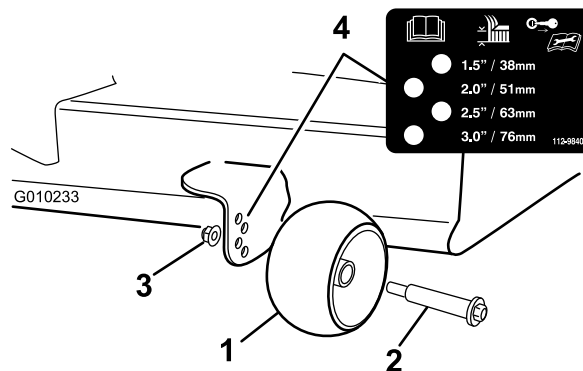

Bild 28
3. Stellen Sie die Antiskalpierrollen so ein, wie in Bild 28 dargestellt, dass sie der nächsten Schnitthöheneinstellung entsprechen.